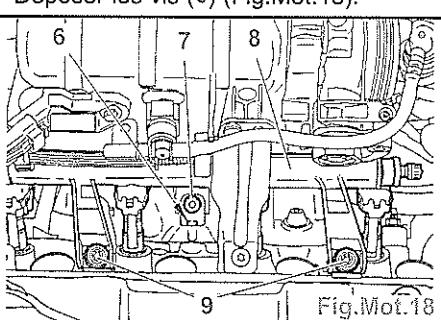

Fig.Mot.18
- Débrancher le connecteur (3).
- les fixations du boîtier bobine compacté (5),
- le boîtier bobine compacté (2).
- Déposer les vis (9) (Fig.Mot.18).